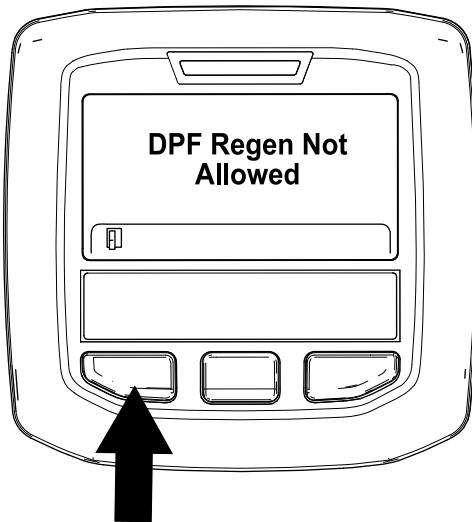

Figura 47
- Se il processo di rigenerazione non è consentito dal computer del motore, viene visualizzato il messaggio "Rigen. FAP non consentita" nell'InfoCenter (Figura 47). Premete il pulsante sinistro per uscire e tornare alla schermata Home.